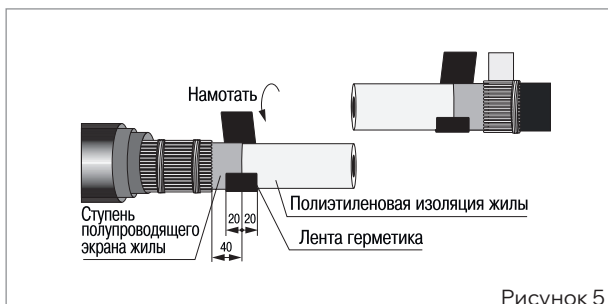

Рисунок 5
■ Обрезать жилы соединяемых кабелей по опорной линии (рис. 5).
■ Поверхность изоляции жилы очистить салфеткой, смоченной в бензине или растворителе (рис. 5).
■ Для каждой жилы: плотно намотать ленту-герметик с заходом 20 мм на ступень полупроводящего экрана и 20 мм на поверхность полиэтиленовой изоляции, обжать рукой (рис. 5).